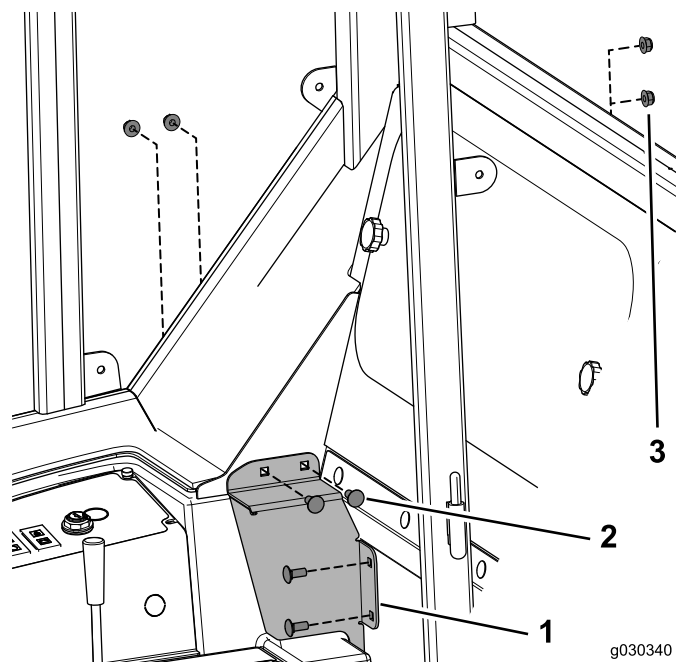

Figura 29
2. Instale sem apertar o suporte da cobertura direito na cabina utilizando os 4 parafusos de carroçaria (5/16 x 3/4 pol.) e as 4 porcas de bloqueio (Figura 29).